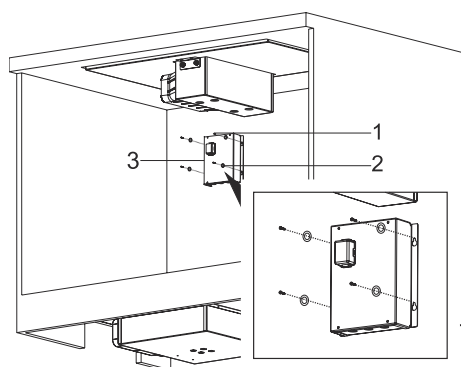

Fig. 13
6. Montera styrboxen inuti skåpet och använd 4 x M4 & 4 x 3,9x22 brickor och skruvar till den (Fig. 13).